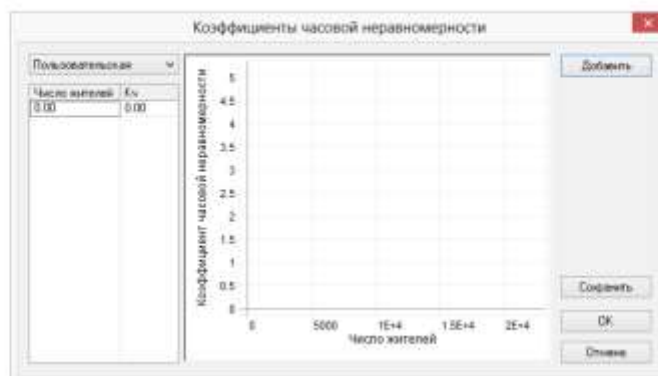

Рисунок 20.31. Добавление новой зависимости
3. В открывшемся окне (Рисунок 20.31. «Добавление новой зависимости») введите название новой пользовательской зависимости.